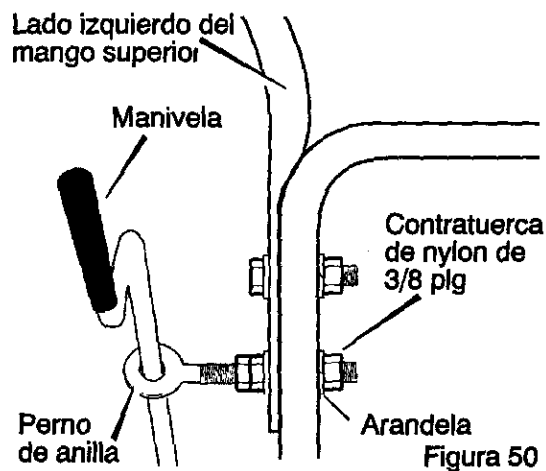

Figura 50
4. Retire los sujetadores y el perno de anilla de los agujeros inferiores del mango inferior. Vea la Figura 50.